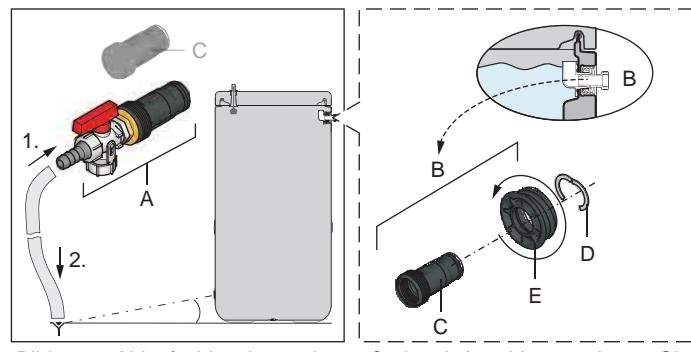
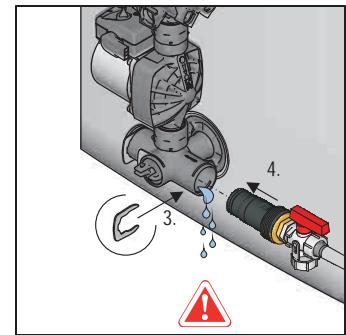

Bild 6-1 Ablaufschlauch montieren
Bild 6-6 KFE-Befüllanschluss in Anschlusswinkel montieren
- Ablaufschlauch an den **KFE-Befüllanschluss** ( 16 52 15) (Bild 6-1, Pos.A) anschließen und zu einer mindestens bodentiefen Ablaufstelle verlegen.
Ist kein **KFE-Befüllanschluss** verfügbar, kann alternativ das Anschlussstück (Bild 6-1, Pos.C) vom Sicherheitsüberlauf (Bild 6-1, Pos.B) demontiert und verwendet werden.
Tab. 6-1 Legende zu Bild 6-1 bis Bild 6-6
- **KFE-Befüllanschluss** in den Anschlusswinkel einstecken und mit Halteklammer sichern (Bild 6-6).